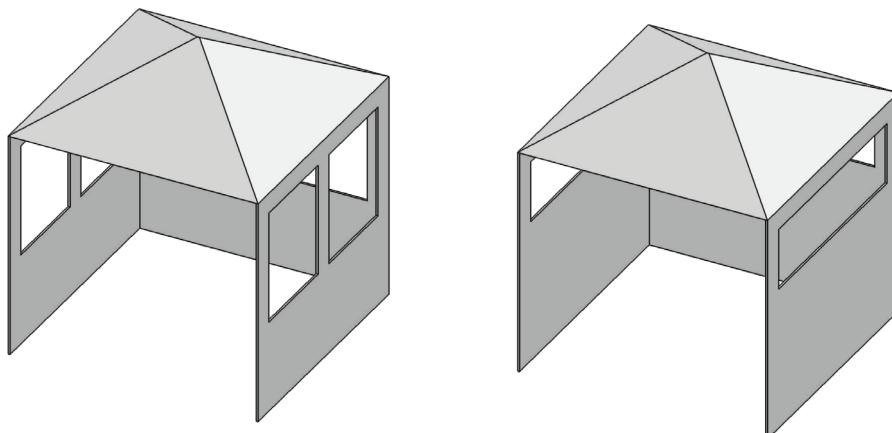

FIG. 3
L'installation à l'intérieur d'une enceinte partielle qui comprend un recouvrement sur les dessus et trois murs latéraux, dans la mesure où 30 pour cent plus de la périphérie horizontale de l'enceinte est ouverte en permanence (FIG. 3).
- Fixez les 3 écrous (Type 1) et les 3 rondelles (Type 3) à l'arrière des boulons (FIG. 3).